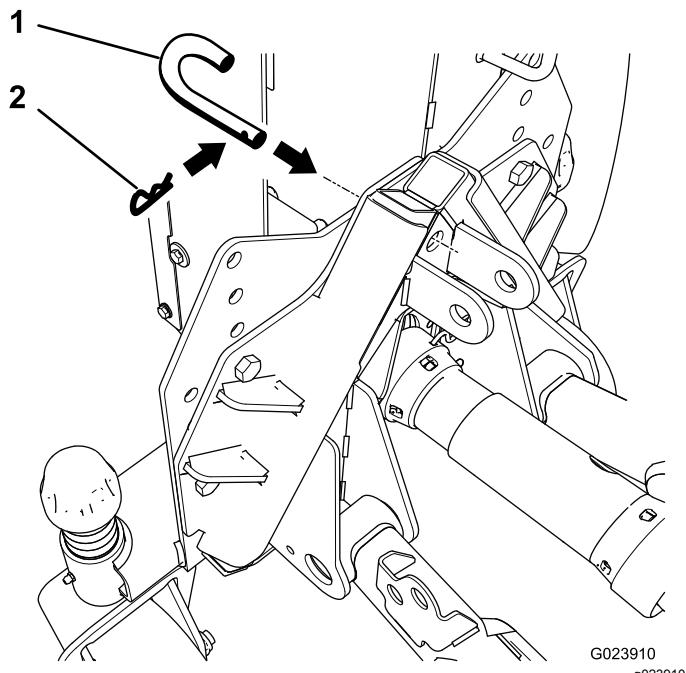

Figura 12
4. Inserte el pasador de bloqueo a través de los adaptadores y sujetelo con una chaveta (Figura 12).